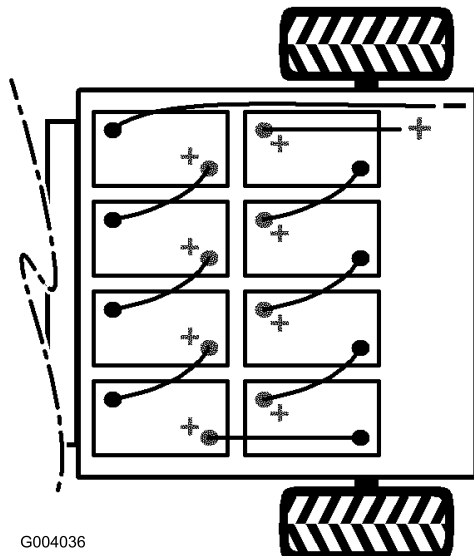

Bild 6
4. Setzen Sie die Batterien ein, siehe Bild 6.
Hinweis: Achten Sie auf die Batteriepolarität, wenn Sie neue Batterien einsetzen (Bild 6).
6. Verbinden Sie die Batterien mit den Batteriekabeln, die in den losen Teilen enthalten sind, siehe Bild 6. Achten Sie darauf, dass die verlegten Kabel nicht mit scharfen Kanten in Berührung kommen.
7. Ziehen Sie die Schraube fest und befestigen Sie die andere Seite des Clips mit einer neuen Schraube (5/16 x 3/4 Zoll) und einer Bundmutter (5/16 Zoll) (Bild 6)
8. Schließen Sie das lange, rote, positive Kabel zwischen dem Batterieverteiler und dem Fahrzeug an (Bild 6).
9. Schließen Sie das lange, schwarze, negative Hauptkabel zwischen dem Batterieverteiler und dem Fahrzeug an (Bild 6).